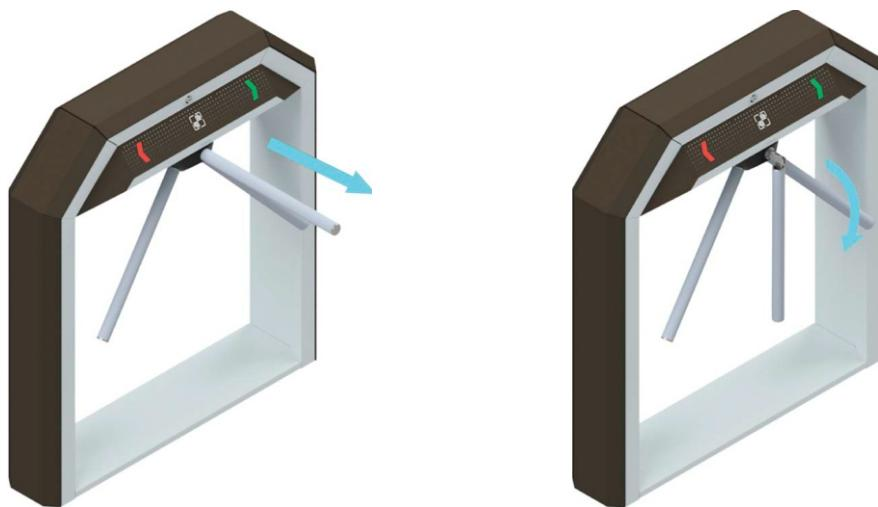

Рисунок 11 – Принцип работы планок «Антипаника»
- 5 Если вы установили планки типа «Антипаника» проверьте работу их механизма разблокировки (рисунок 11);